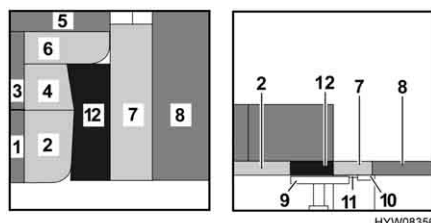

Fig. 76 Dopo la trasformazione
- Appoggiare affiancati tra loro il cuscino dello schienale (Fig. 76,8) e il cuscino (Fig. 76,7) del divano.
- Posizionare il cuscino aggiuntivo (Fig. 76,12) tra i cuscini del divano (Fig. 76,2, 4 e 7).